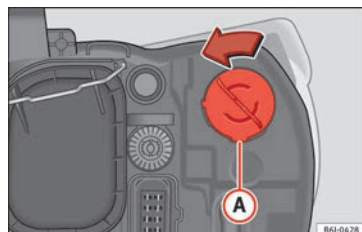

Fig. 186 Luz intermitente.
- Gire el portalámparas » fig. 186 A hacia la izquierda y tire.